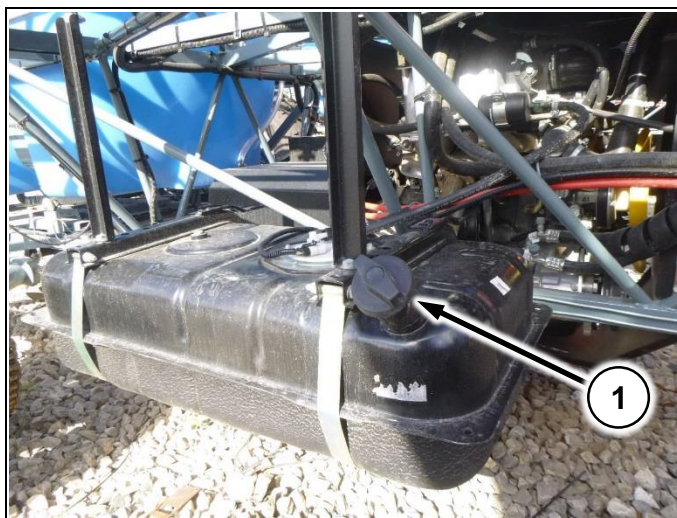

Рис. 41
- 2 Открутите крышку топливного бака (Рис. 41/1)